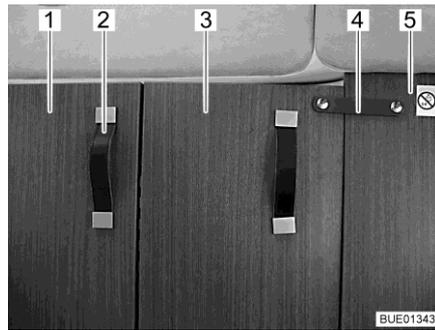

Fig. 54 Séparation pour la cabine de conduite, fermée
- Tirer la séparation pour la cabine de conduite (Fig. 54,1) complètement vers l'intérieur en saisissant le ruban-poignée (Fig. 54,2).
- Fixer la partie rabattable de la séparation pour la cabine de conduite (Fig. 54,3) avec la bande de sécurité (Fig. 54,4) à la cloison intermédiaire fixe (Fig. 54,5) située derrière le siège passager.